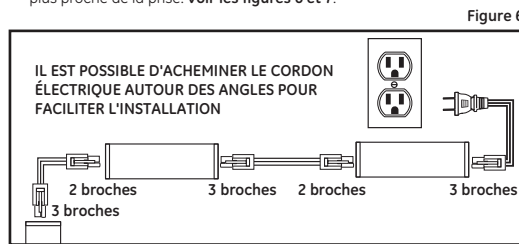

Figure 6
1. Raccorder un luminaire supplémentaire avec le raccord rapide de 45,72 cm (18 po) fourni dans la trousse d'installation. Au maximum 40 luminaires peuvent être ainsi reliés. Voir les **figures 6 et 7**. (Voir l'étiquette du produit situé sur le luminaire pour connaître les caractéristiques électriques.)
2. Fixer le cordon d'alimentation rapide munie d'une fiche et d'un connecteur rapide à trois broches sur le luminaire le plus proche de la prise. Voir les **figures 6 et 7**.